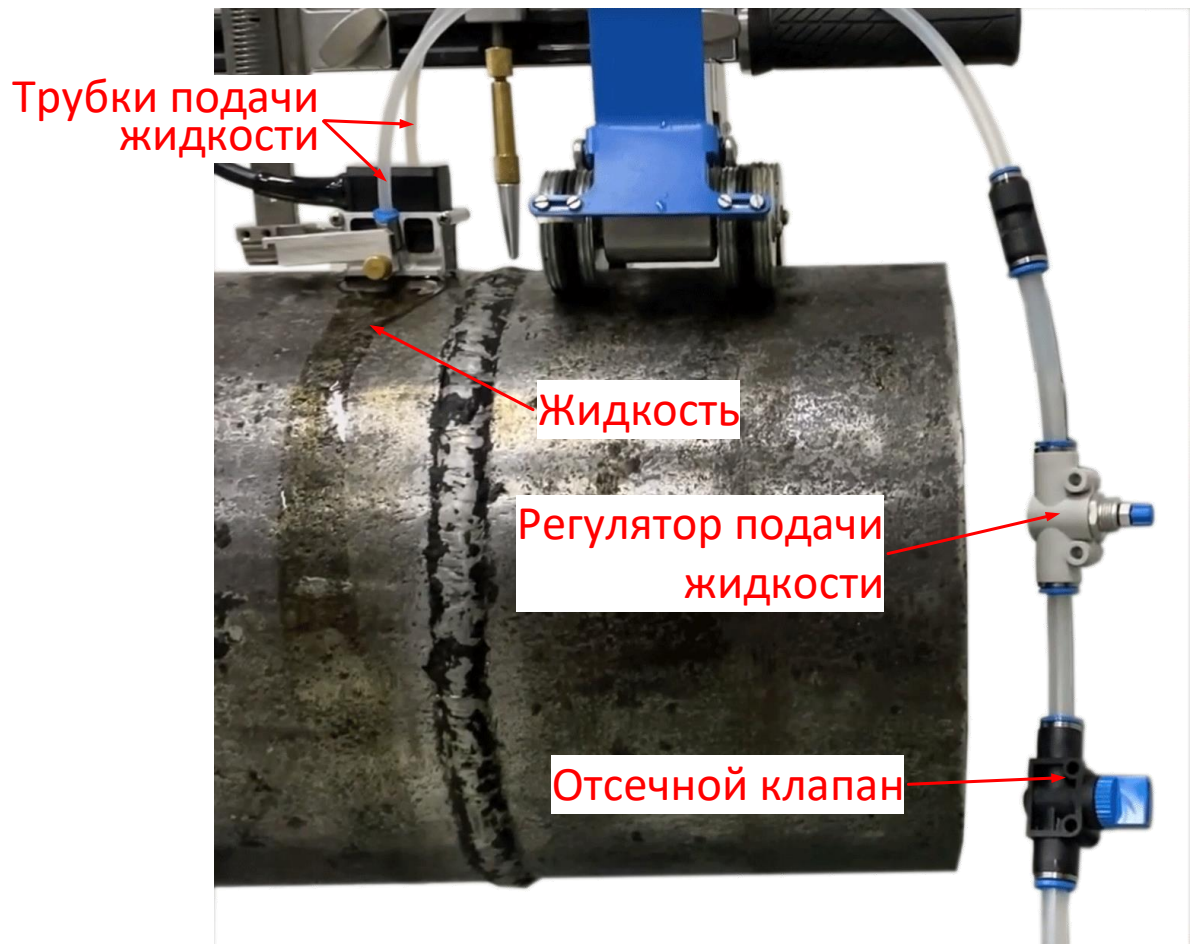

Рисунок 23 – Подключение и настройка системы подачи жидкости
2.5.7 Подключить трубки к рамке антенной решетки через цанговые соединители (рисунок 23).